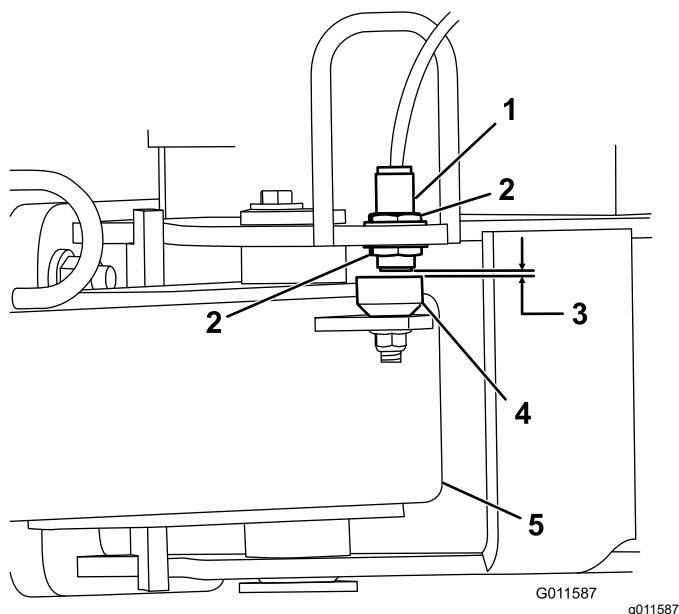

Figure 4
5. Desserrez les écrous de blocage qui fixent le contacteur de proximité sur le cadre et abaissez le contacteur jusqu'à ce qu'il soit distant de 2,6 à 4 mm de la plaque de détection sur la flèche d'attelage (Figure 4). Serrez les écrous de blocage pour fixer le réglage.